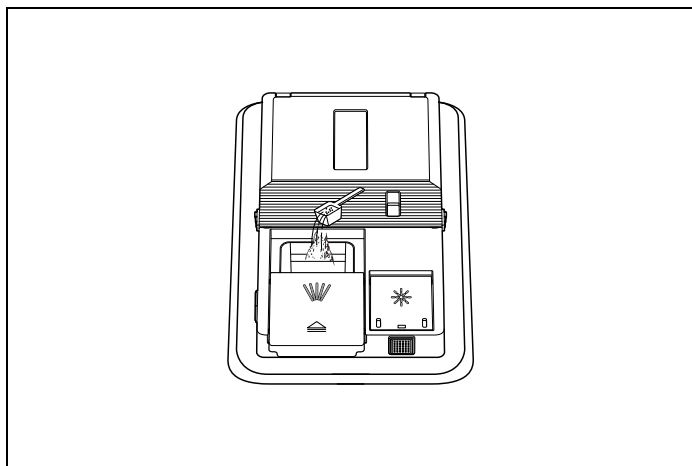

Fig. 62
- 2) Häll/lägg i diskmedel i dispensern (Fig. 62).